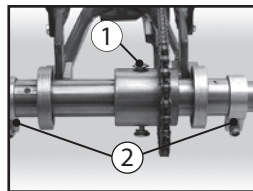

Рис. 14
в) За допомогою викрутки затискаємо болт (1) з обох його кінців (Рис. 14).
г) За допомогою набору ключів затискаємо хомути (2) з обох сторін (Рис. 14).
**УВАГА!** При бажанні Ви з легкістю зможете перетворити велосипед Вашої дитини в велотренажер. Вам не потрібні будуть ніякі підставки і підпори, просто відкрутіть за допомогою викрутки фіксуючий болт (1). (Рис. 14)